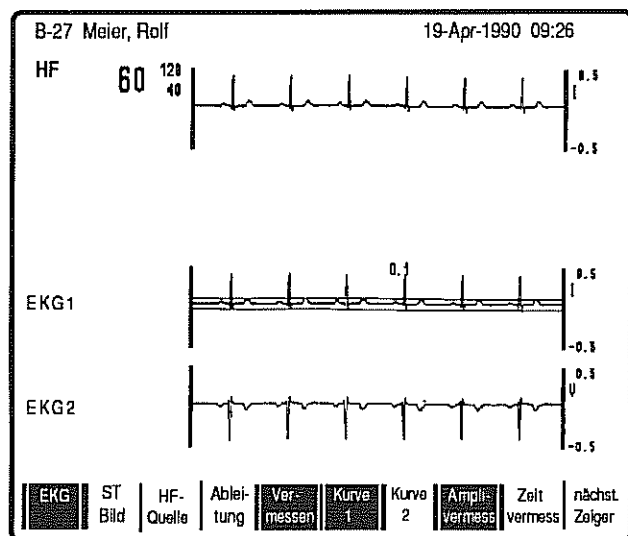

Bild 24
- * Bewegen Sie mit den Pfeiltasten die zweite Meßlinie an den einen Meßpunkt z.B. zum untersten Punkt der Kurve (Bild 24).